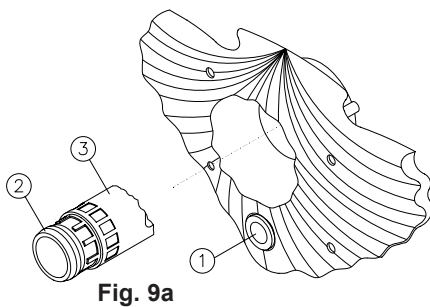

Fig. 9a
Desde el interior de la piscina, pondremos en marcha el HIDROJET, pulsando el interruptor neumático (nº 1, fig. 9a-9b). Con el equipo en marcha podremos conseguir una corriente sólo de agua o agua mezclada con aire, ésto lo conseguiremos manejando las boquillas del frontal (ver figura 9a-9b) como se detalla a continuación:
- Corriente todo agua: Conseguiremos el máximo caudal de agua, girando completamente la boquilla interior (nº 2, fig. 9a-9b) a la izquierda. Disminuiremos el caudal, por tanto, girandola a la derecha.
- Corriente agua con aire: Para regular o eliminar la cantidad de aire, giraremos la boquilla exterior (nº3, fig.9a-9b) a derecha o izquierda.